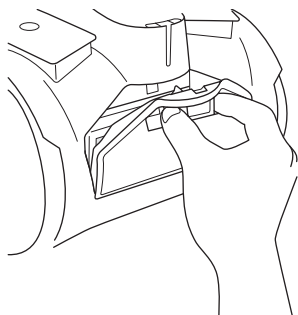

рис. 17
- Снимите решётку выходного фильтра, нажав на защёлку (рис.17).